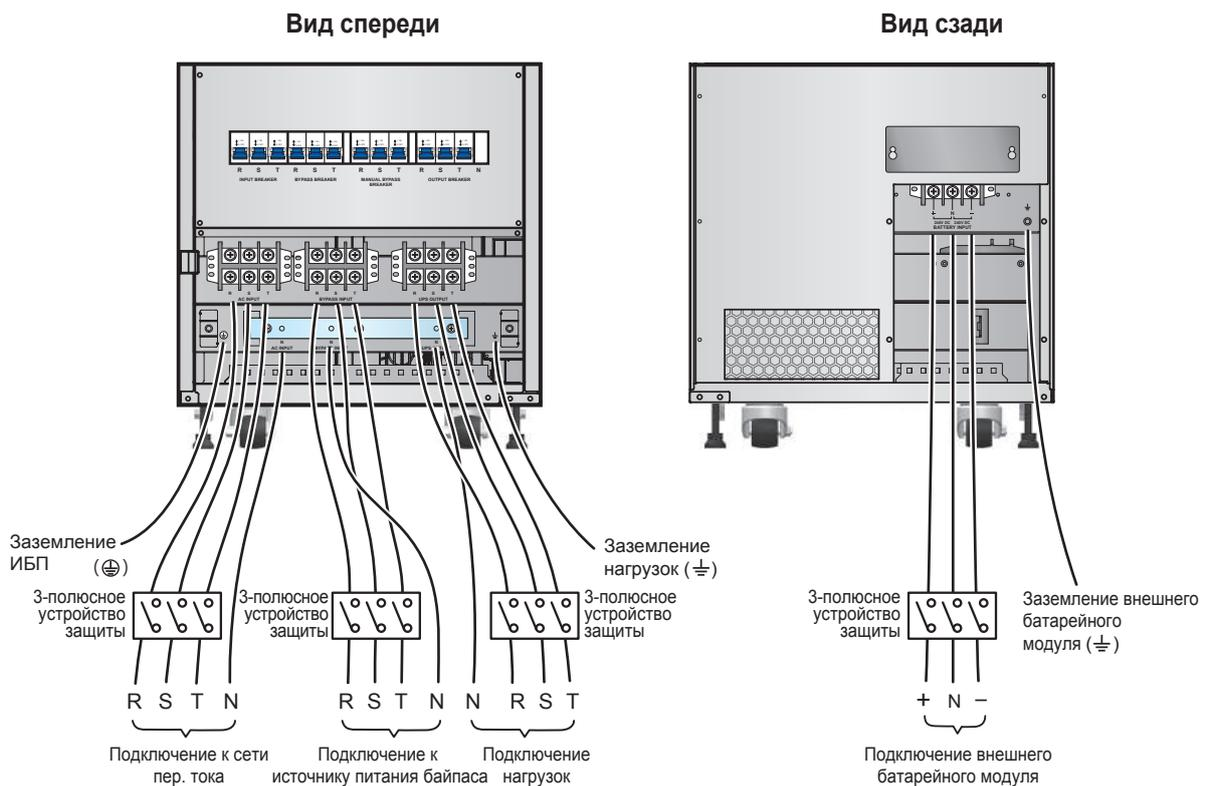

Рис. 6-12. Схема подключения одиночного ИБП 60 кВА в конфигурации с двумя входами
- 5) Подключите кабели электросети, выхода и внешнего батарейного модуля к блоку зажимов (см. **Рис. 6-12~6-14**).
1. На **Рис. 6-12~6-14** показано подключение к электросети типа TN. Между ИБП и электросетью переменного тока установлено трехполюсное устройство защиты. При подключении к электросети типа TT установите четырехполюсное устройство защиты.
- 5 Подключите кабели входов электросети и байпаса, а также кабели нагрузки и внешнего батарейного модуля к блоку зажимов (см. **Рис. 6-12~6-14/6-16**).